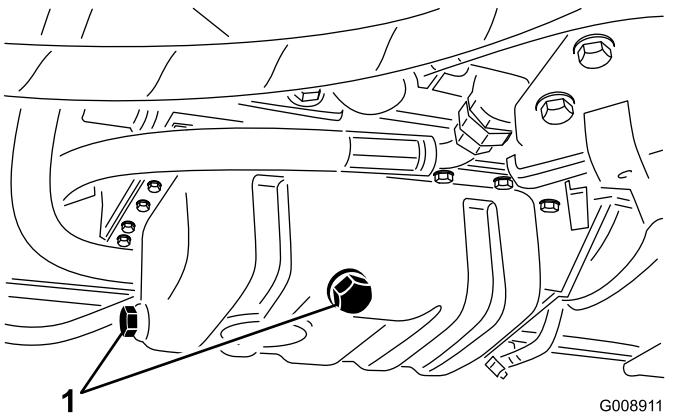

Figura 47
- Togliete il tappo di spurgo (Figura 47) e lasciate defluire completamente l'olio in una bacinella. Quando l'olio cessa di defluire, montate il tappo di spurgo.